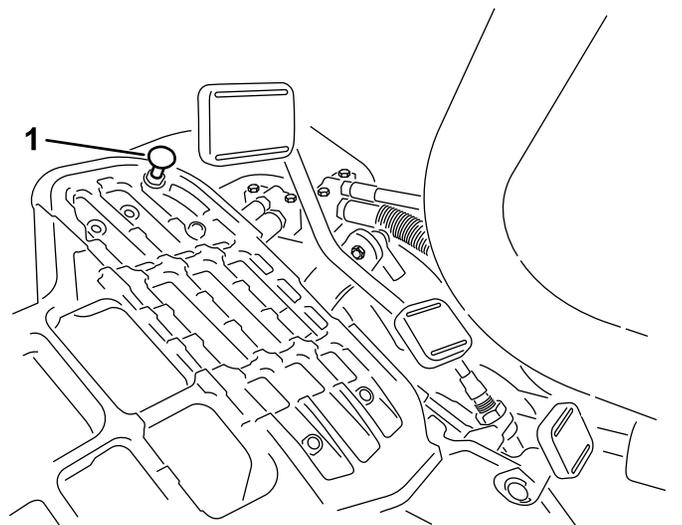

図 44
1. モードレバーを移動走行位置にセットし、ペダルストップを固定しているロックナットをゆるめる 図 44。
モードレバーを移動走行位置にセットし、ペダルを一杯に踏み込めば最高速度となります。ケーブルに張力が掛かる前にペダルがストップ 図 44 に当たる場合には調整が必要です。